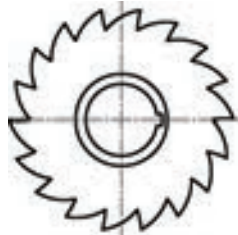

图 3-49 棘轮
(10) 擦除圆 利用“ERASE”命令擦除半径为“90”和“110”的圆,得到图 3-49 所示的图形。